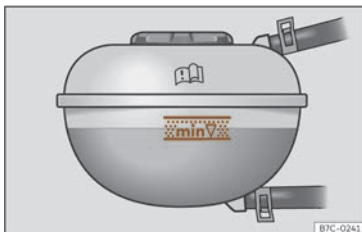

Fig. 193 No van dianteiro: marca no depósito de expansión do líquido refrixerante.
- Co motor frío, comprobe o nivel do líquido refrixerante nas marcas laterais do depósito de expansión >>> **fig. 193**. O nivel do líquido refrixerante deberá atoparse entre as marcas.
- O nivel do líquido de refrixerante deberá atoparse entre as marcas do depósito de expansión >>> **fig. 193. Non supere nunca o bordo superior da zona marcada >>>** ⚠.
- Ao engadir líquido refrixerante, non supere o bordo superior da zona marcada >>> **fig. 193.** De non ser así, cando aumente